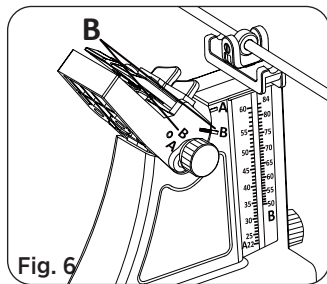

Fig. 6
**Tips:** Rikta in indikatorns vita linje mot bokstaven B och dra sedan åt positionslåsratten i monteringshålet B (Se Fig. 6).